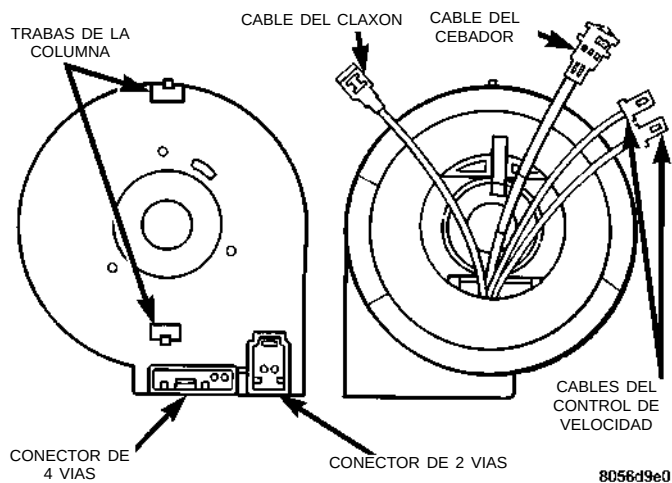

Fig. 21 Muelle de reloj
(2) Desconecte y aisle el cable negativo de la batería.
(3) Espere dos minutos para que se descargue el capacitor de reserva antes de retirar el módulo sin desplegar.
(4) Retire los tornillos de instalación del conmutador del control de velocidad, retire los conmutadores y desconecte los conectores de cable o retire las cubiertas.
(5) Retire los pernos de fijación del módulo del Airbag de abajo de los conmutadores o cubiertas del control de velocidad.
(6) Eleve el módulo y desconecte los conectores de cable del Airbag y del claxon.
(7) Retire el volante de dirección, consulte los procedimientos de desmontaje del volante de dirección.
(8) Retire las cubiertas inferior y superior de la columna de dirección a fin de tener acceso al cableado del muelle de reloj.
(9) Desconecte los conectores de 2 y 4 vías entre el muelle de reloj y el mazo de cableado del tablero de instrumentos en la base del muelle de reloj (Fig. 21).
(10) Destrabe y retire el conjunto del muelle de reloj del eje de la columna. El muelle de reloj no puede repararse y debe reemplazarse si está averiado.
(11) Gire el rotor del muelle de reloj media vuelta hacia la izquierda (180 grados).
(12) Bloquee el rotor del muelle de reloj en la posición del centro, del siguiente modo: Inserte un alambre de sujetador de papeles en el orificio del rotor en la posición de las 10 en punto y dóblelo para impedir que se caiga.